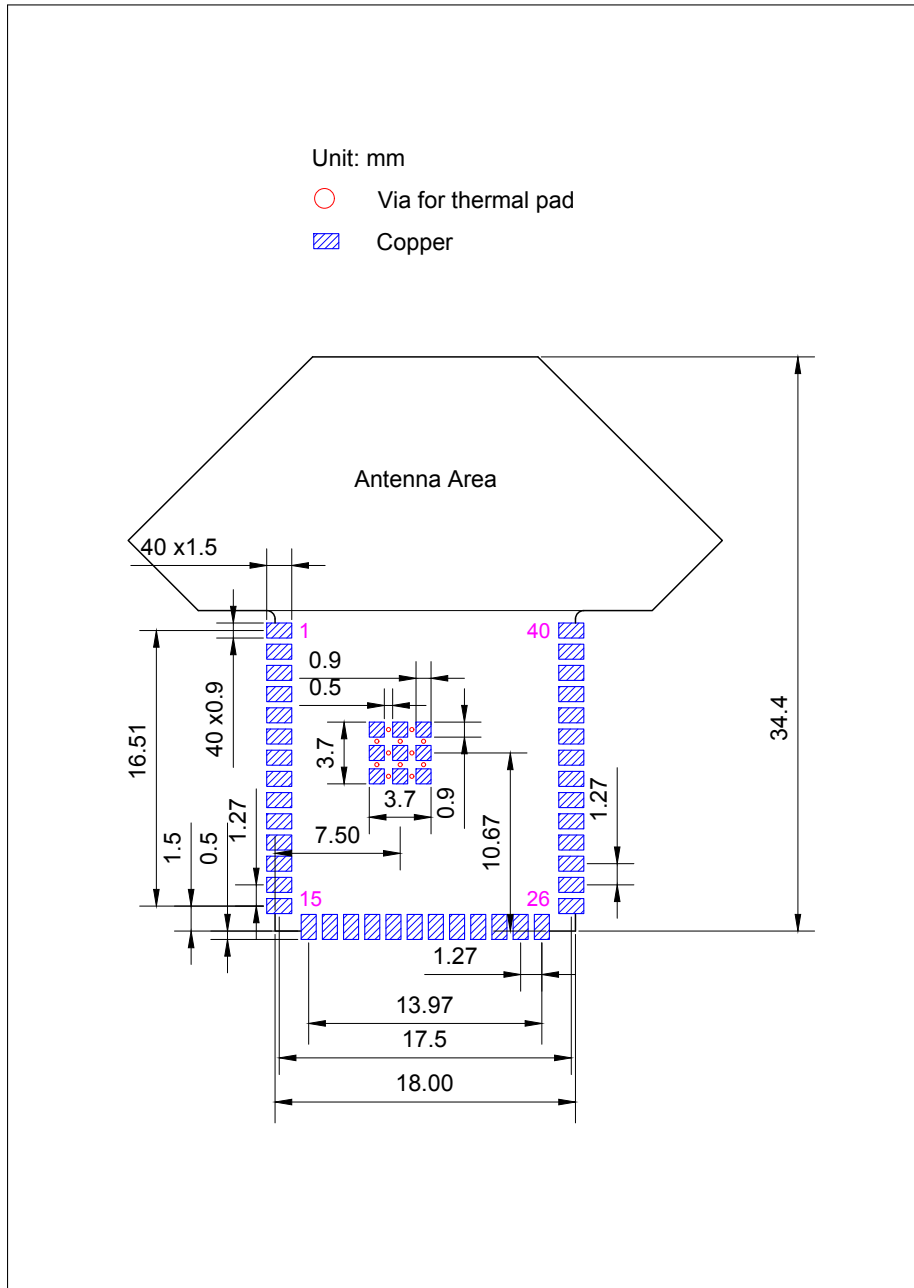

图 7: PCB 封装图形
- 推荐 PCB 封装图，标有 PCB 设计所需的全部尺寸。详见图 7 *PCB 封装图形*。
- 推荐 PCB 封装图的源文件，用于测量图 7 中未标注的尺寸。您可用 Autodesk Viewer 查看 ESP32-WROOM-DA 的封装图源文件。